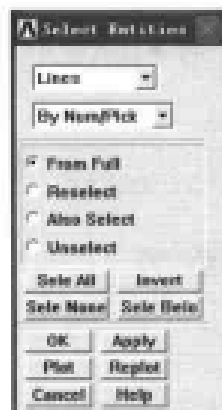
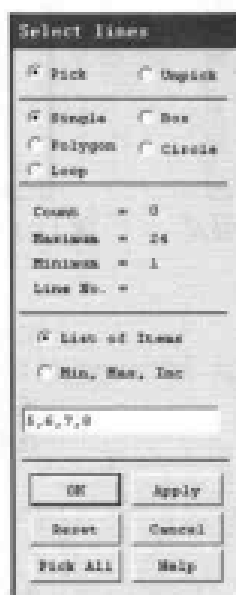

图 11-29 选择线段对话框
图 11-30 选择线段菜单
(1) 选择 Main Menu | General Postproc | Read Results | Last Set 命令。
(2) 选择 Utility Menu | Select | Entities 命令, 出现 Select Entities 对话框。在第 1 个下拉列表框中选择 Lines 选项, 其余选项采用默认设置, 如图 11-29 所示, 单击 OK 按钮, 出现 Select Lines 菜单, 在文本框中输入 5, 6, 7, 8, 如图 11-30 所示, 单击 OK 按钮关闭该菜单。